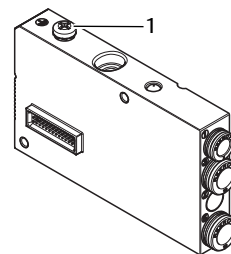

Fig. 9: Raccord FE, HF04/HF04XF
2. Pour dissiper les interférences CEM concernant les blocs de distributeurs HF04/HF04XF, relier le raccord FE (1) au bloc de distributeurs à la mise à la terre par un câble à basse impédance. Voir → Fig. 9.